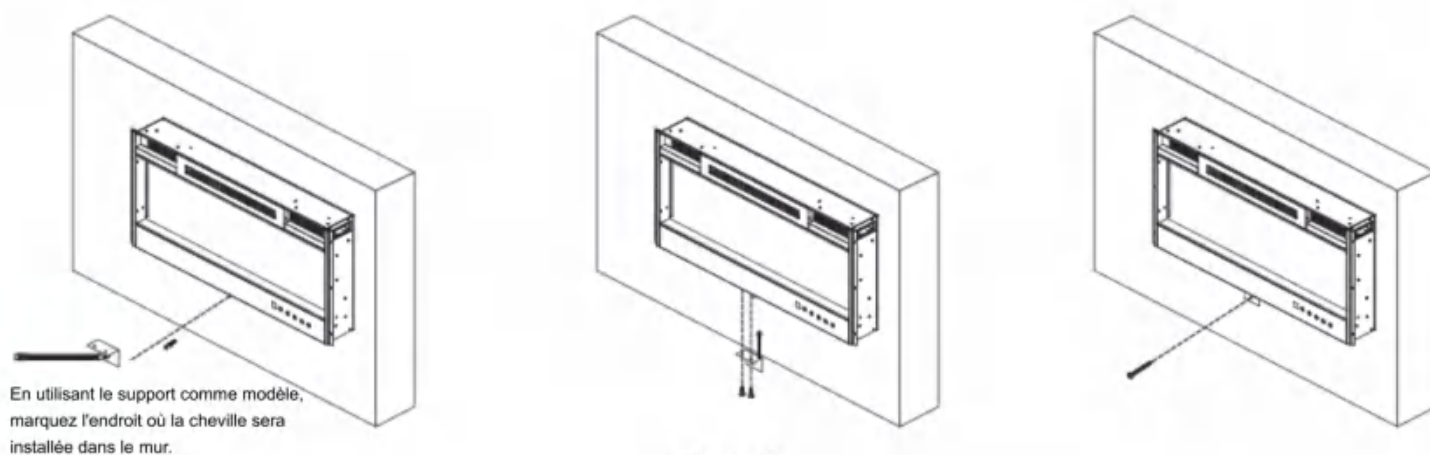

Figure 5
- G. Alignez le support métallique (F) avec l'endroit où il sera installé sous le foyer. Marquez l'emplacement où le support s'installera dans le mur et installez l'ancrage. Fixez le support métallique (F) au bas du foyer à l'aide de la vis M4 x 8 mm (C). Utilisez une vis murale pour fixer le support au mur. [Figure 5]